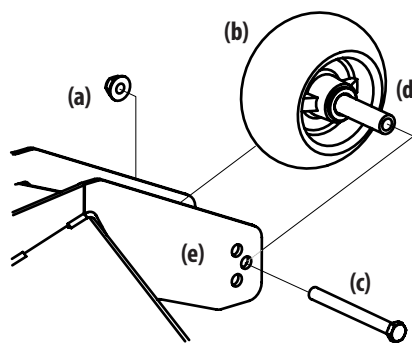

Figure 32
2. Retirez le contre-écrou (a) qui fixe l'une des roues de jauge avant (b) au plateau de coupe. Retirez la roue de jauge avant (b), la vis hexagonale (c) et l'entretoise (d) (Figure 32).
3. Insérez la vis hexagonale (c) dans l'un des trois trous de repérage du support de la roue de jauge avant (e) qui permettra à la roue de jauge avant (b) d'avoir un espace de 1/4-1/2 po (6.4 to 12.7 mm) avec le sol (Figure 32).
4. Prenez note du trou de repérage de la roue de jauge avant qui vient d'être ajustée (b), et ajustez l'autre roue de jauge avant (b) dans le trou de repérage correspondant de l'autre support de roue de jauge avant (e) (Figure 32).